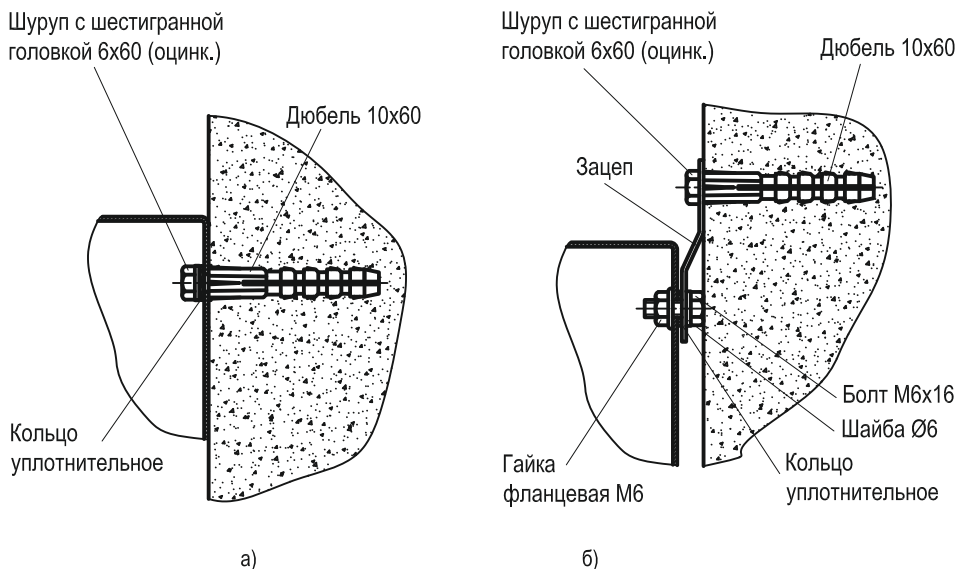

Рисунок 3 – Крепление металлокорпуса к стене
6.2 Закрепить оболочку на месте эксплуатации через отверстия в задней стенке (рисунок 3а) или через специальные зацепы (рисунок 3б). Установить защитный проводник, соединяющий узлы заземления на оболочке и двери, используя для этого крепёжные детали из состава комплекта. Наклеить знаки «Заземление» внутри корпуса рядом с узлами заземления. Завести за оболочку вводные и отходящие проводники, аккуратно прорезав для этого необходимые отверстия в кабель-вводах.